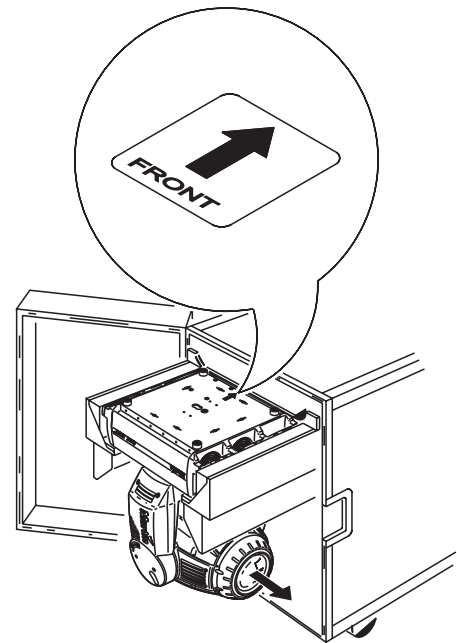

Bild 3: Doppelflightcase: Transportstellung
- 5 Kippen Sie den Kopf so, dass die Linse von der Tür weg zeigt (siehe Bild 3). Sichern Sie den Kopf in horizontaler Position. Verriegeln Sie den Bügel nicht.